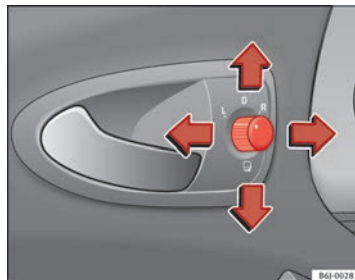

Fig. 67 Mando de los retrovisores exteriores
1. En primer lugar, gire el mando ⇒ fig. 67 hasta la posición **L** (retrovisor izquierdo).
- Gire el mando $\Rightarrow$ fig. 67 hasta la posición  para plegar los retrovisores exteriores. Para evitar daños en el vehículo, debería plegar los retrovisores exteriores siempre que utilice un túnel de lavado automático.